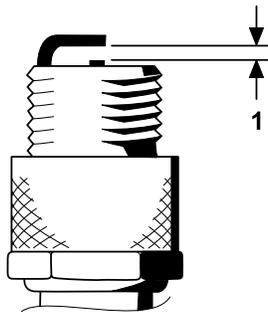

Figura 44
4. Impostate la distanza tra il centro e il lato degli elettrodi a 0,76 mm, come illustrato nella Figura 44.